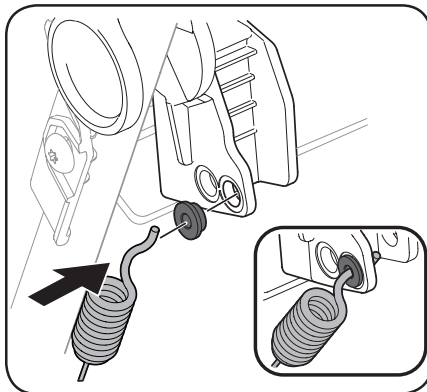

Figure 4-5
4. Insérez le coussinet dans le trou inférieur. Accrochez le câble en le passant à travers le coussinet et le trou inférieur de la commande. Voir Figure 4-5.